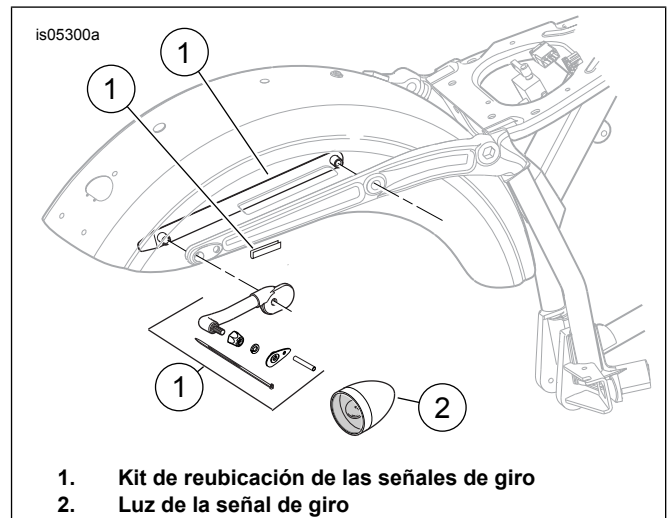

Figura 1. Kit de reubicación de las señales de giro, FXDB
3. **FXDB de 2009 y posteriores:** Vea Figura 1. Utilice la pieza de soporte del soporte del guardabarros incluida en el kit de reubicación de las señales de giro 68227-09.
2. Vea Figura 1. Mida aproximadamente 38 mm (1-1/2 pulg.) desde el borde inferior de la alforja. Oriente el reflector horizontalmente y cuidadosamente centre el soporte del reflector entre las correas de las bolsas con correas o colóquelo en la última posición de las bolsas sin las correas. Suavemente presione el soporte del reflector en la alforja para transferir las marcas de pintura y abra agujeros pequeños con un punzón o un taladro a través de la alforja en los lugares donde las marcas de pintura se transfirieron a la alforja.